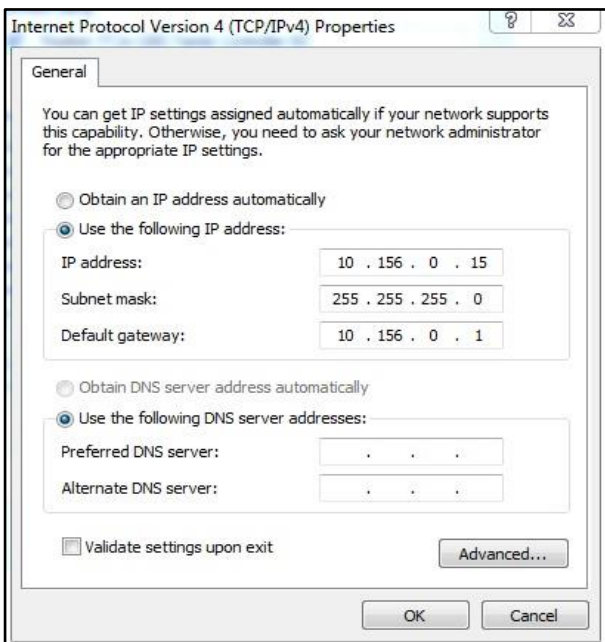
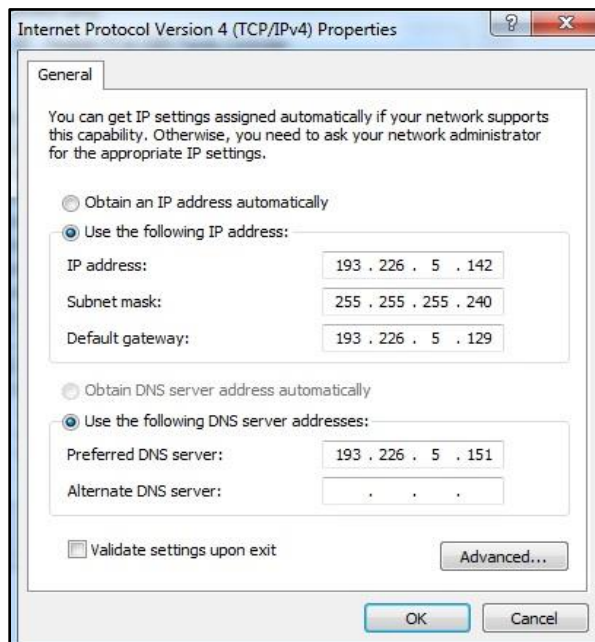

Fig. 6. Exemplu IPv4 local
Fig. 7. Exemplu IPv4 Ethernet
- În fereastra „Internet Protocol Version 4 (TCP/IPv4) Properties” selectăm opțiunea „Use the following IP address”, la fel ca în Fig. 6. pentru server local , respectiv ca în Fig. 7. pentru varianta Ethernet: